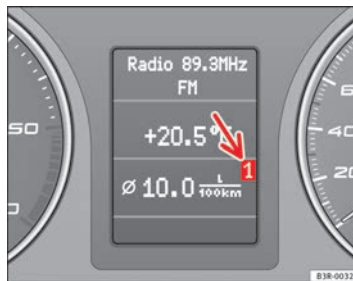

Abb. 59 Bordcomputer: Speicherebene 1
Welche Speicherebene gerade im Display angezeigt wird, können Sie anhand der dargestellten Nummer ⇒ Abb. 59 erkennen. Die Daten des Einzelfahrt-Speichers (Bordcomputer 1) werden angezeigt, wenn im Display eine **1** erscheint. Erscheint eine **2**, werden die Daten des Gesamtfahrt-Speichers (Bordcomputer 2) angezeigt. ▶
- Die Reset-Taste **(B)** so lange antippen, bis der Bordcomputer (Speicherebene 1 oder 2) im Display ⇒ Seite 88, Abb. 59 erscheint.